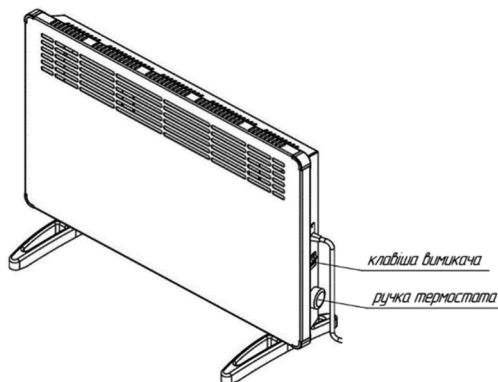

Рис.5
5.8 Переведіть клавішу вимикача у відключене положення «0», ручку термостата встановіть в положення MIN. Конвектор готовий до роботи (розташування органів керування конвектором наведено на рис. 5).